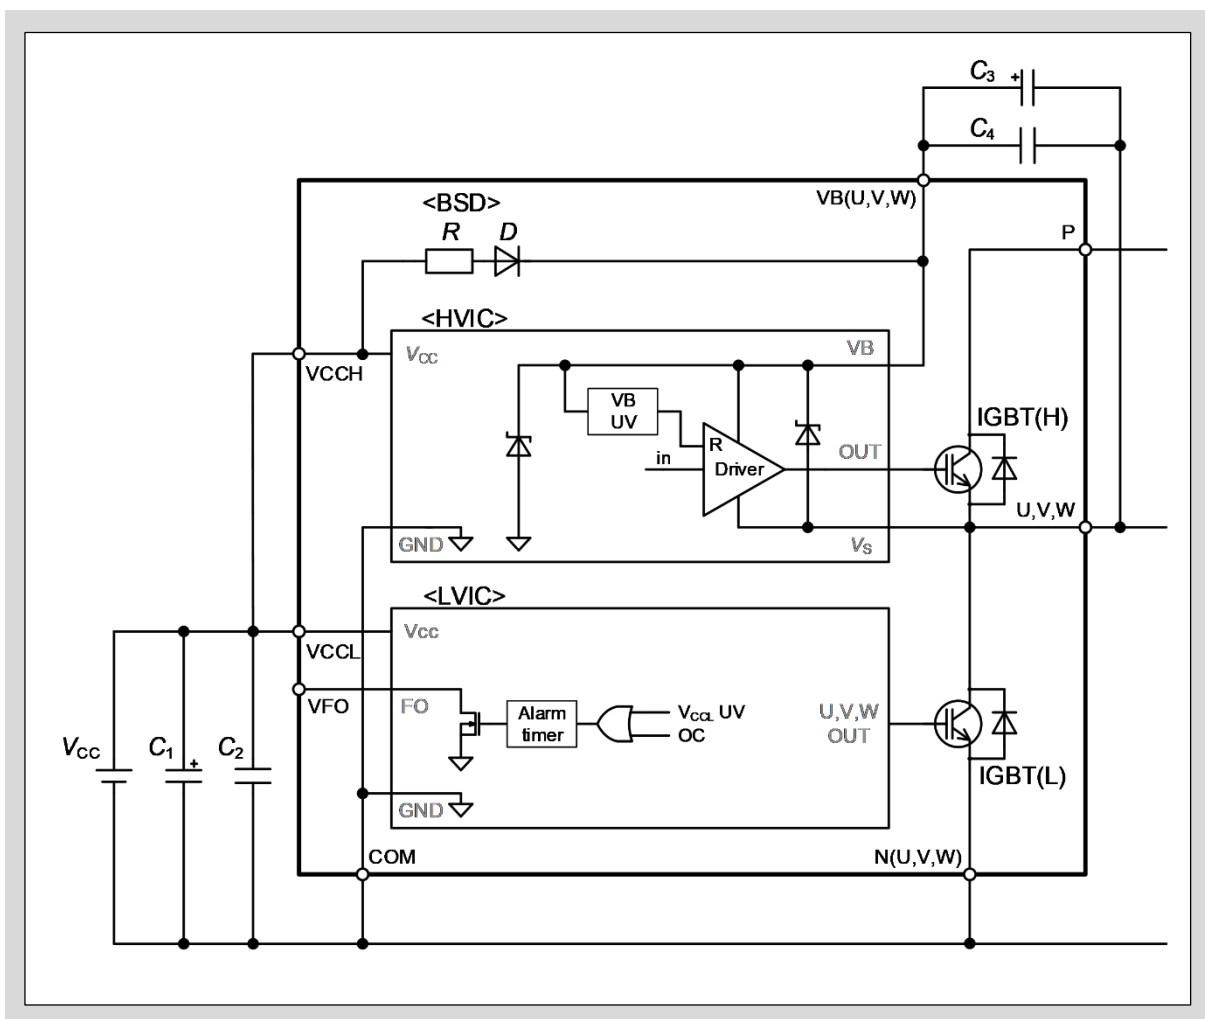

図3-4 ハイサイド駆動電源端子VB(U,V,W)の低入力電圧保護回路
- 図3-4にハイサイド駆動電源端子VB(U)-U, VB(V)-V, VB(W)-W間電圧 $V_{B(*)}$ の低入力電圧(UV)保護回路を示します。
- 図3-4に示すようにVB(U, V, W)-(U, V, W)とVB(U, V, W)-COM端子間にダイオードが接続されています。これらのダイオードは本製品をサージ入力から保護する目的であるため、電圧クランプダイオードとして使用しないでください。本製品が破壊する恐れがあります。